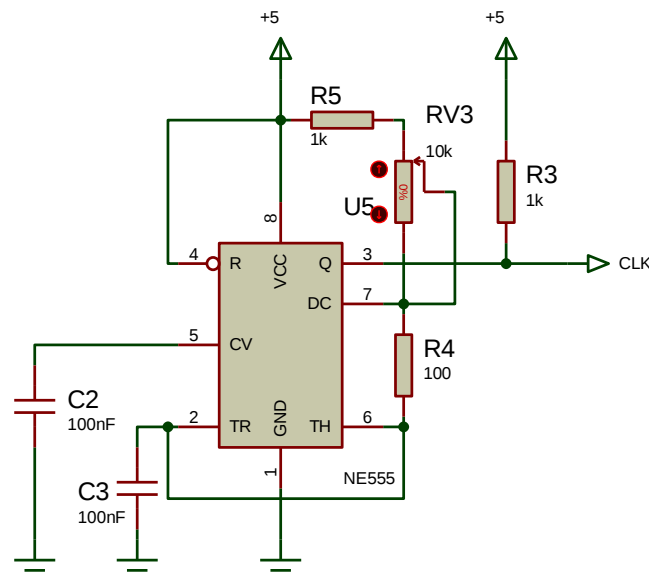
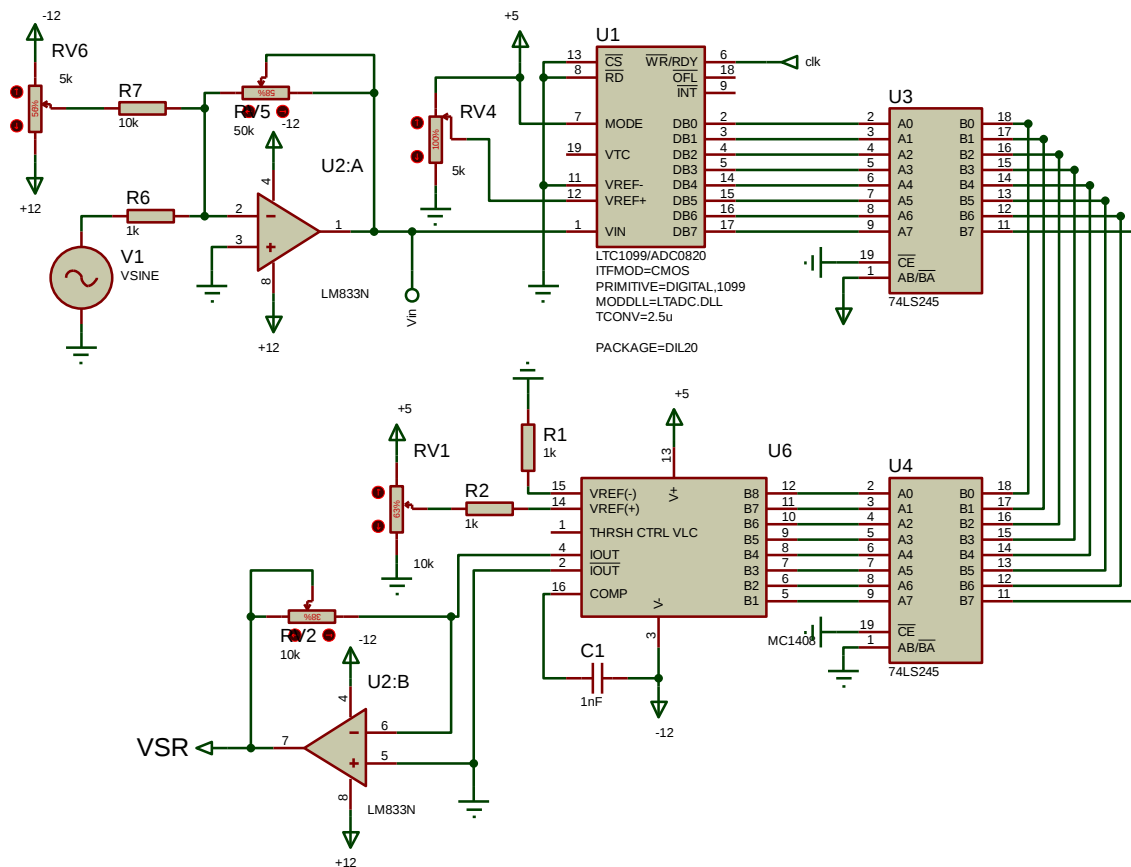
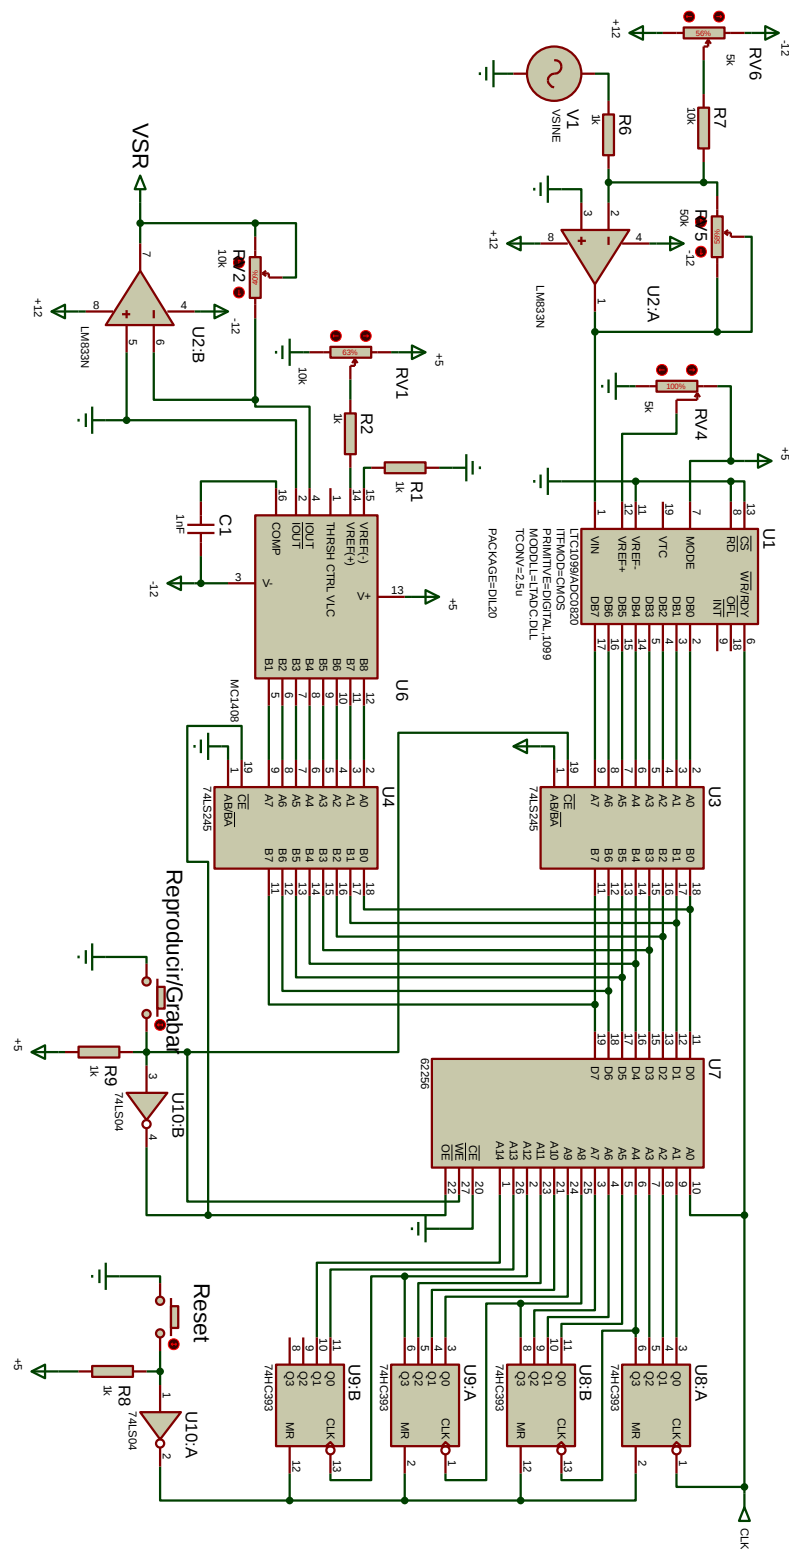

Figura 7.3. Circuito de reloj.
Figura 7.4. Circuito ADC - DAC
Figura 8.3. Sistema de Grabación/Reproducción de audio.
1. Arme el circuito de la figura 7.3.
3. Arme el circuito de la figura 7.4.
12. Cambie el generador de funciones por el circuito de la figura 7.4 y conecte la bocina de PC en la salida VSR, hable a través de la bocina telefónica, grafique las señales $v_1(t)$, V_{in} (pin 1 ADC0820) y V_{SR} acotándolas correctamente, escuche y anote sus observaciones.
1. Arme el circuito de la figura 8.3, agregando los elementos que hacen falta al circuito de la practica 7 armado previamente (figura 7.4) e incluya el circuito de reloj (figura 7.3).